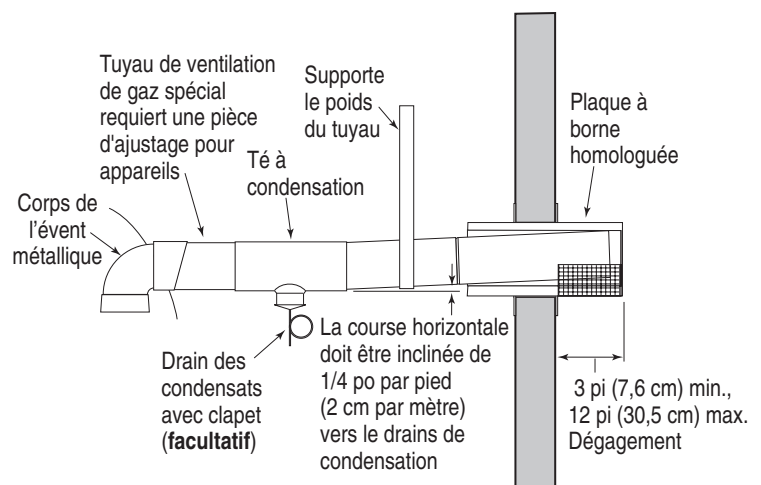

Figure 23.
- à au moins 3 po et à un maximum de 12 po à l'extérieur du mur (voir la figure 23), suivant les directives du fabricant